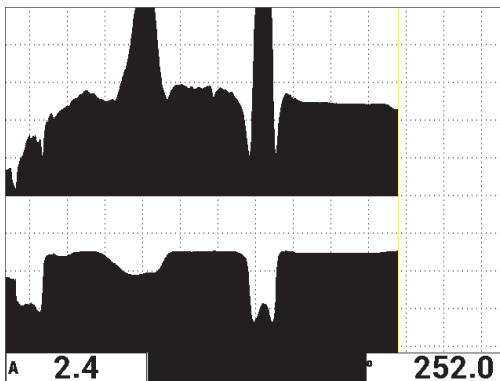

Figure 6-15 Mode d'affichage 5 – BALAY.
8. Pour basculer immédiatement entre diverses représentations du signal pendant l'inspection (en mode d'affichage écran plein ou normal), appuyez sur la touche RUN () plusieurs fois pour sélectionner le mode d'affichage souhaité. Les différents modes d'affichage sont illustrés dans les figures Figure 6-11 à la page 142 à Figure 6-15 à la page 144.